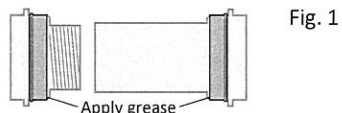

Fig. 1
① BBシェルとの接触箇所にグリスを塗布してください。—図1
- ① Apply grease to the contact surfaces with the BB shell. —Fig. 1